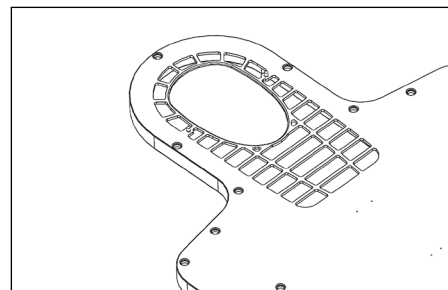

Fig. 3
3. Se till att stiften är ordentligt åtdragna före användning (fig.3).